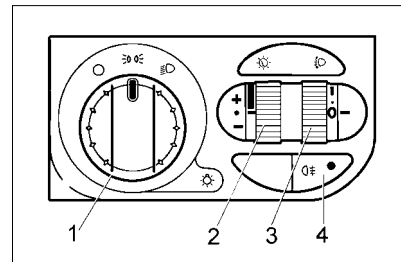

Рис. 33. Модуль управления светотехникой
**1 – переключатель наружного освещения** (рис. 33) имеет три фиксированных положения: